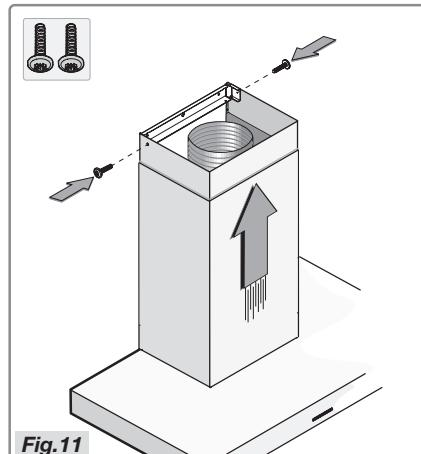

Fig.11
- Faites glisser la tige supérieure dans la tige inférieure et fixez-les sur la carrosserie de la hotte. Faites glisser la tige supérieure jusqu'à ce qu'elle se trouve contre le collier et fixez-la avec les deux vis (Fig.11).